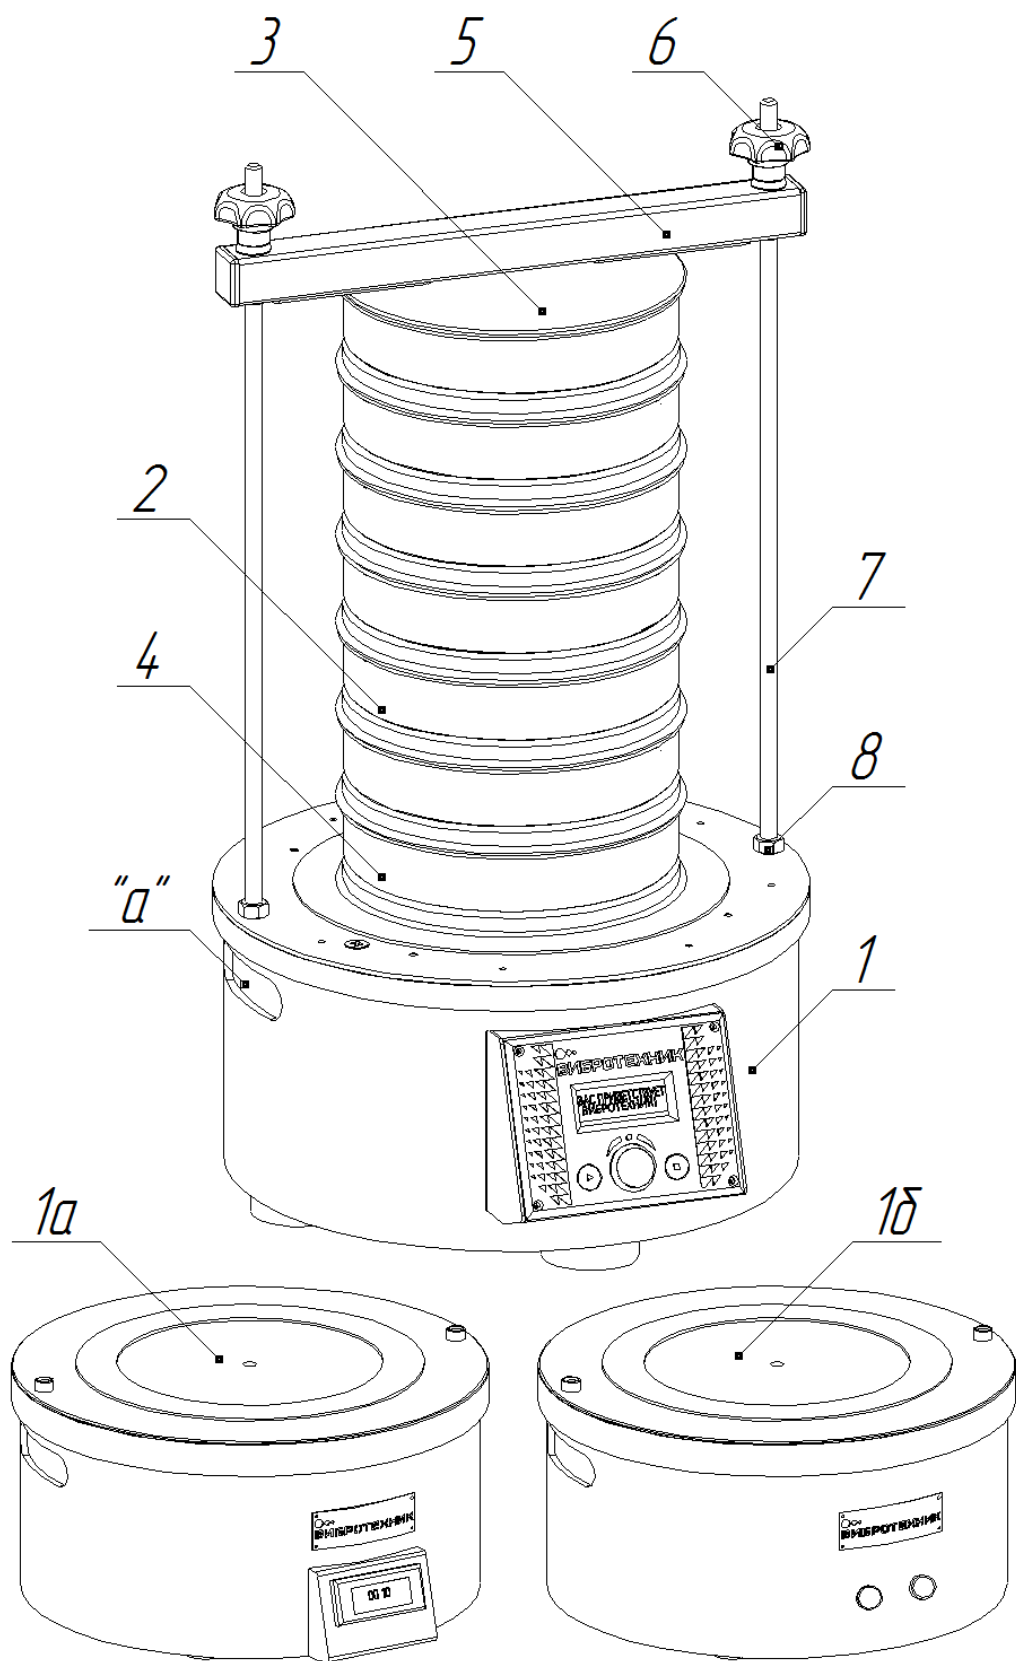

Рис. 1 Анализатор А 20
- вверните шпильки 7 в резьбовые отверстия платформы на глубину 14-16 мм (Рис. 1);
- а) Сформируйте требуемый комплект сит 2 (Рис.1), нижнее сито установите в поддон 4;